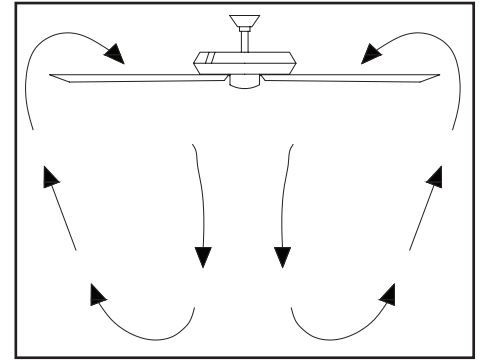

Figura 18
**Clima cálido** - (Hacia adelante) Un flujo de aire hacia abajo surte efecto refrescante como se muestra en la Figura 18. Esto permite fijar tu aire acondicionado en configuración más alta sin afectar tu comodidad.